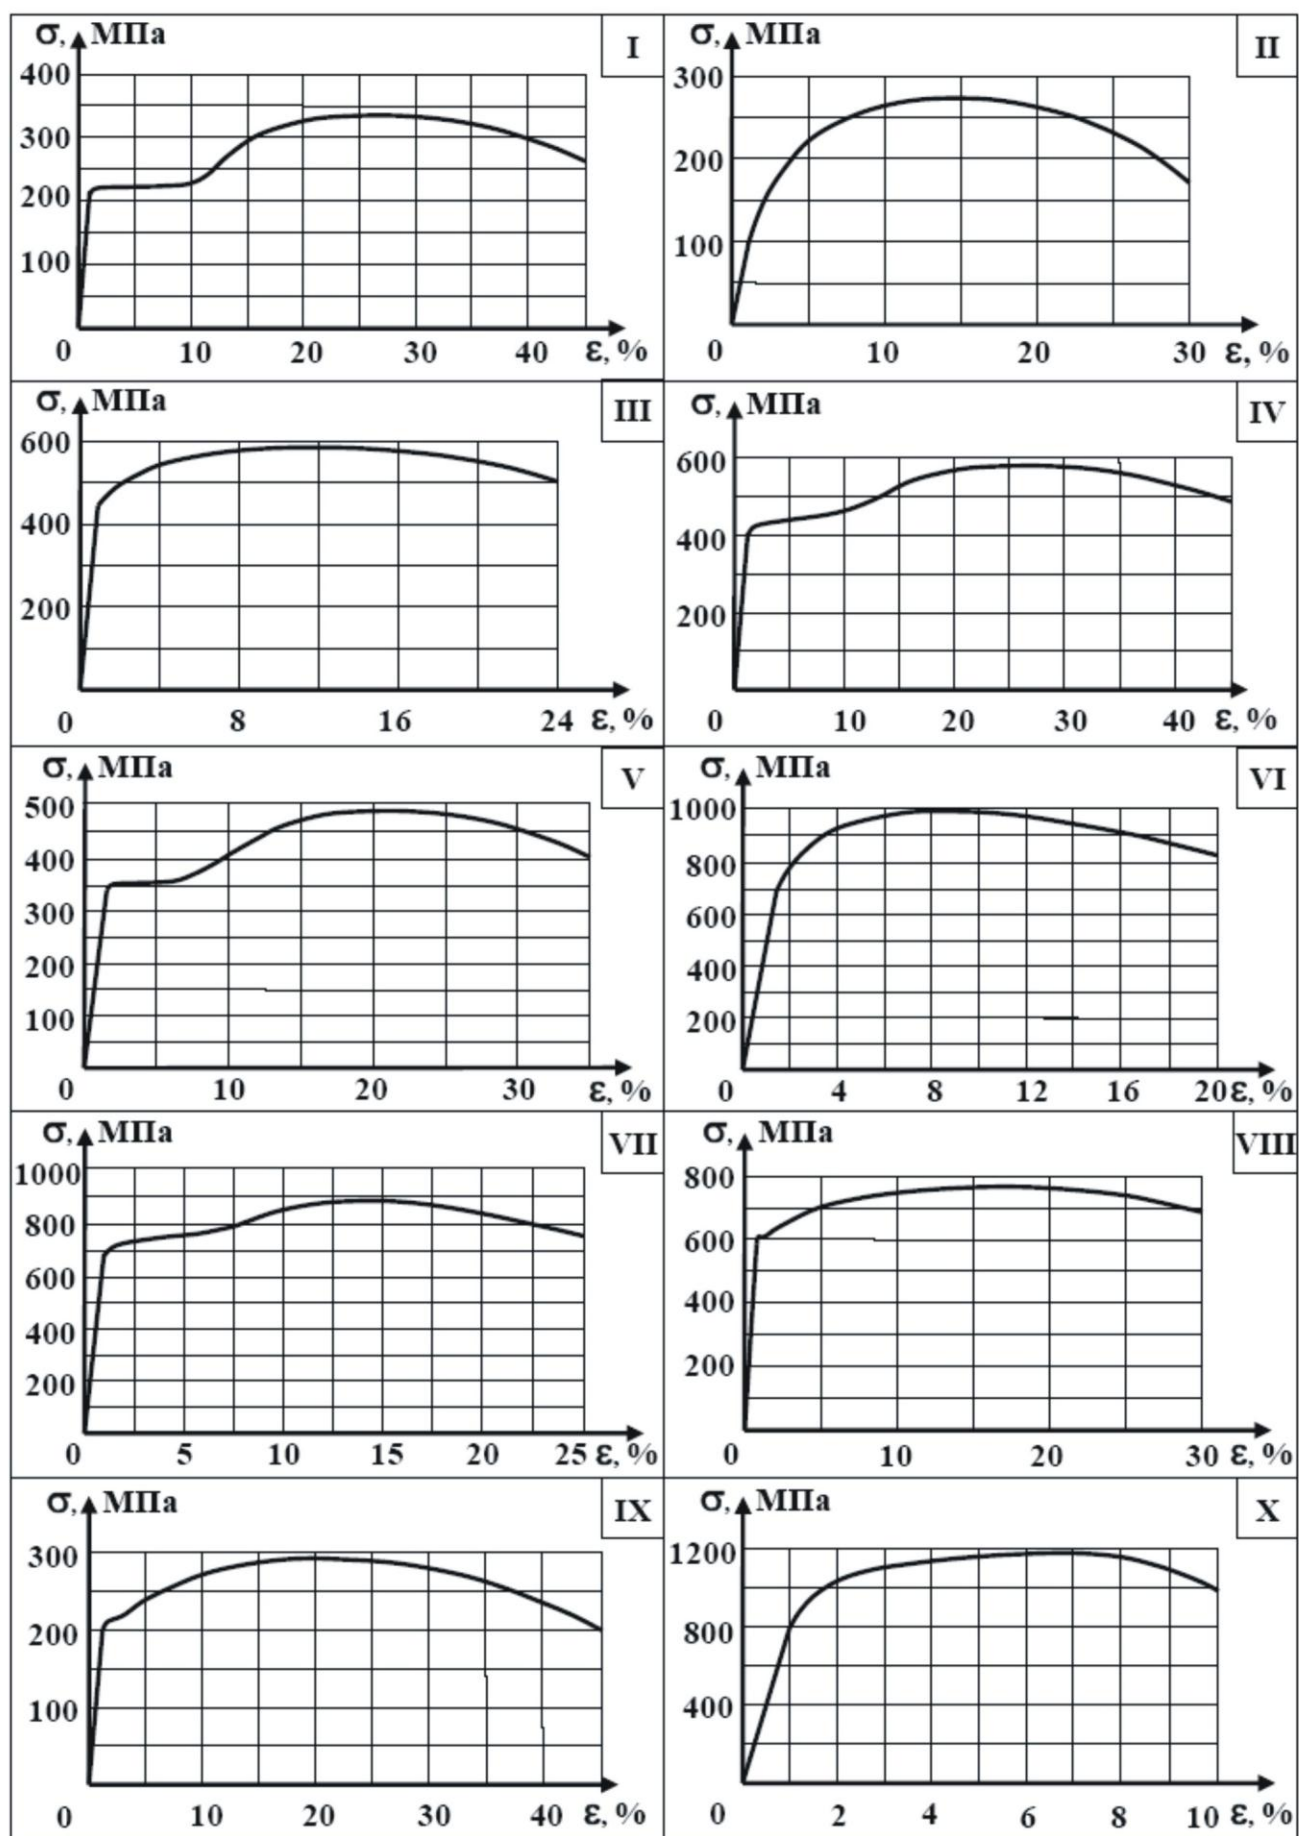

Рис. 2.1. Условные диаграммы растяжения материалов
3. По заданной диаграмме рис. 2.1 определить  $\sigma_{ш}$ ,  $\sigma_{в}$ ,  $\sigma_{т}$  (или  $\sigma_{0,2}$ ) – параметры прочностных свойств материала (для диаграммы с выраженной площадкой текучести найти  $\sigma_{т}$ , если площадка текучести отсутствует – оценить величину  $\sigma_{0,2}$ ).